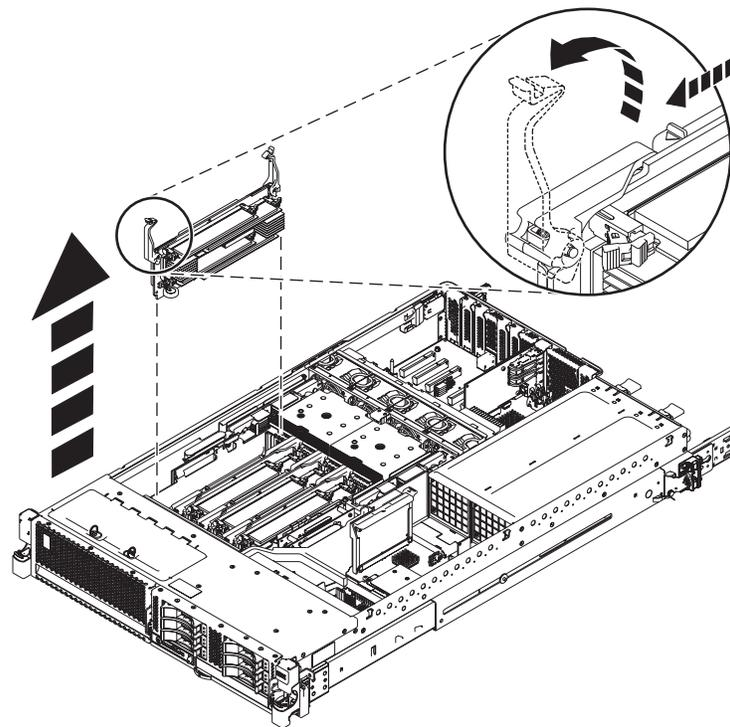

Figura 4. Extracción de una tarjeta de expansión de módulo de memoria
9. Si está añadiendo memoria a una tarjeta de expansión existente, elimine la tarjeta de expansión de memoria del sistema tirando de las pestañas de bloqueo de la posición abierta y levantando la tarjeta de expansión de memoria para extraerla del sistema, consulte Figura 4.